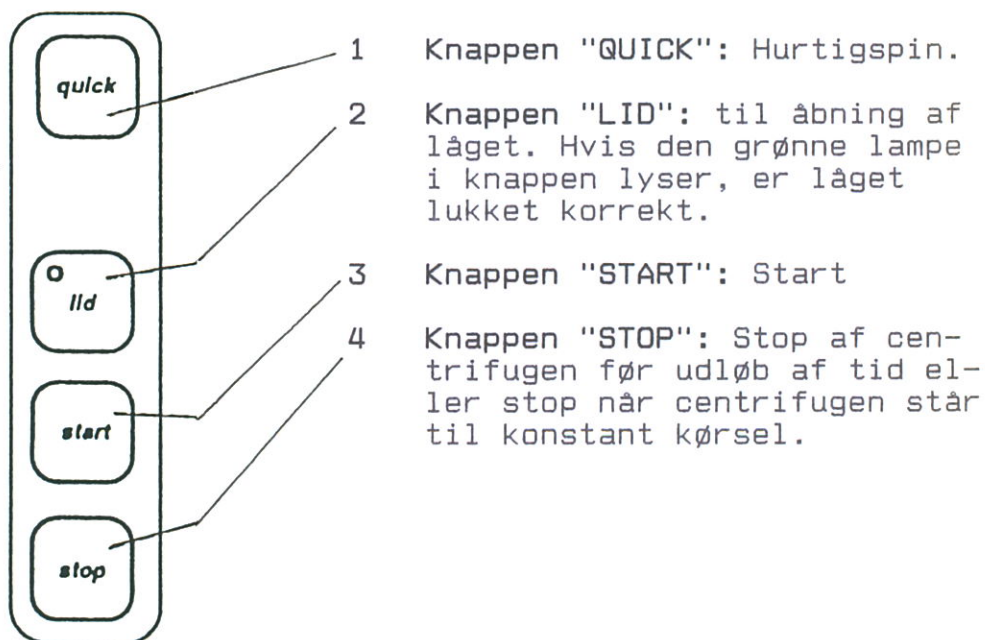

Fig. 10
Tryk på knappen "UP" eller "DOWN". Programnummeret fremkommer til venstre i displayet "SPEED RPM / RCF". Indstil det ønskede nummer og tryk herefter kortvarigt på knappen "STORE". Nu fremkommer programnummer og rotortype til det valgte program i displayet. (Se fig. 10). Hvis rotortype "0" fremkommer i displayet, er der ikke tidligere lagret værdier i det valgte programnummer.
8.1 Nøddåbning af låg. (Fig. 10).